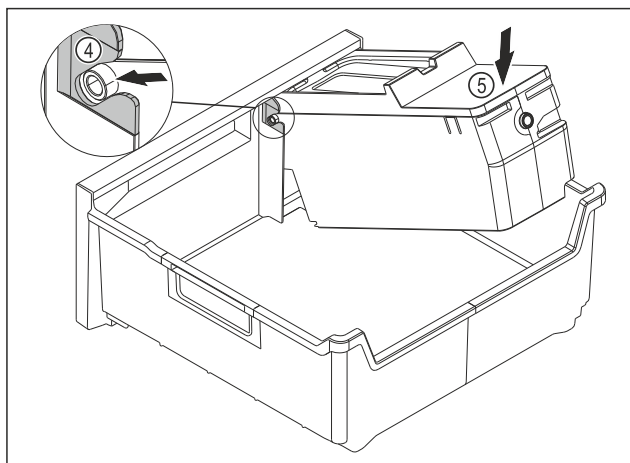

Fig. 158
- Смонтируйте корпус EasyTwist-Ice: Вставьте оси корпуса EasyTwist-Ice в направляющие Fig. 158 (4).
- Вдавите корпус EasyTwist-Ice Fig. 158 (5) вниз.